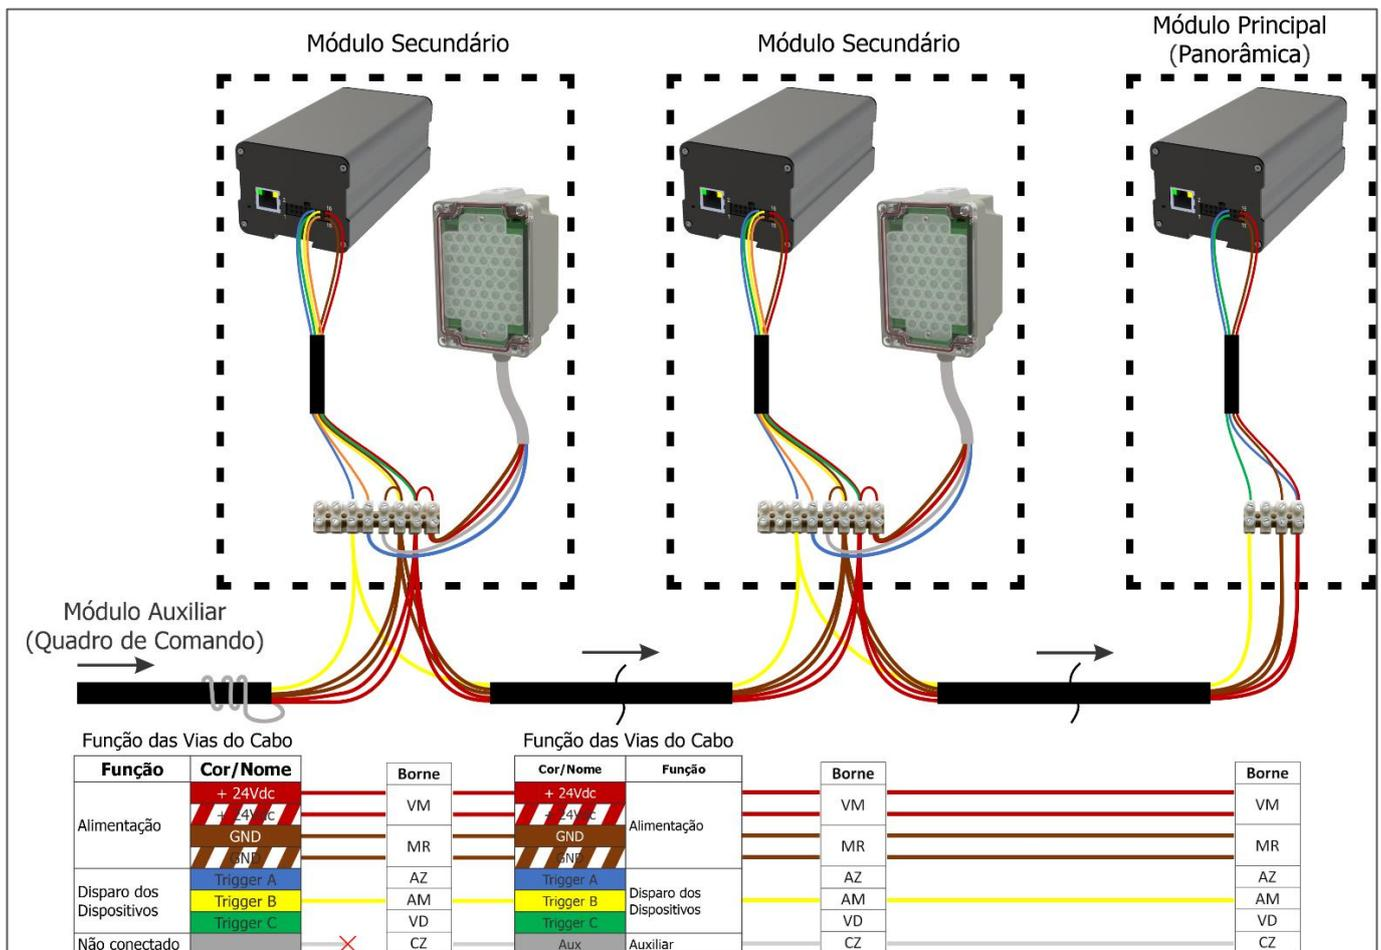

Figura 8 – Diagrama das Conexões entre Módulos
41) Efetue a conexão de dados entre o *Módulo Principal* (dispositivo de captura da imagem Panorâmica) e o Quadro de Comando do *Módulo Auxiliar* (Figura 8), utilizando um Cabo Ethernet PoE CAT-5E Externo na ligação, seguindo os passos:
42) Efetue a conexão de dados entre um *Módulo Secundário* (dispositivo de captura da imagem com OCR) e o Quadro de Comando do *Módulo Auxiliar* (Figura 8), utilizando um Cabo Ethernet PoE CAT-5E Externo na ligação, seguindo os passos: